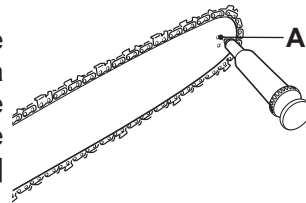

Fig. 37
- > Procurez-vous un pistolet de graissage jetable; insérez la pointe dans le trou de graissage (Fig. 37, A) et injectez l'huile jusqu'à ce qu'elle déborde du trou du pignon [5] (Fig. 37).